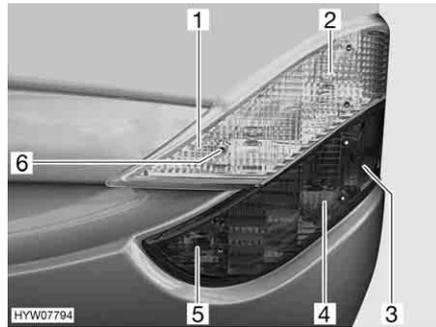

Fig. 226 Luci posteriori (lato anteriore)
- Svitare le sei viti ad esagono cavo (Fig. 226,6).